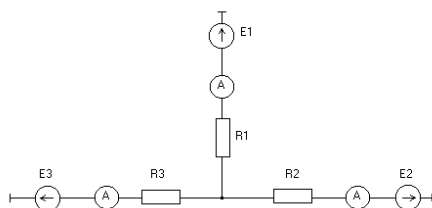

Рис.7. Электрическая схема соединения сопротивлений звездой.
7. Собрать электрическую схему (рис.7.) и установить на магазинах резисторов вычисленные значения сопротивлений эквивалентной звезды R1, R2, R3.
15. Собрать электрическую схему (рис.7.) и установить на магазинах резисторов вычисленные значения сопротивлений эквивалентной звезды R1, R2, R3.